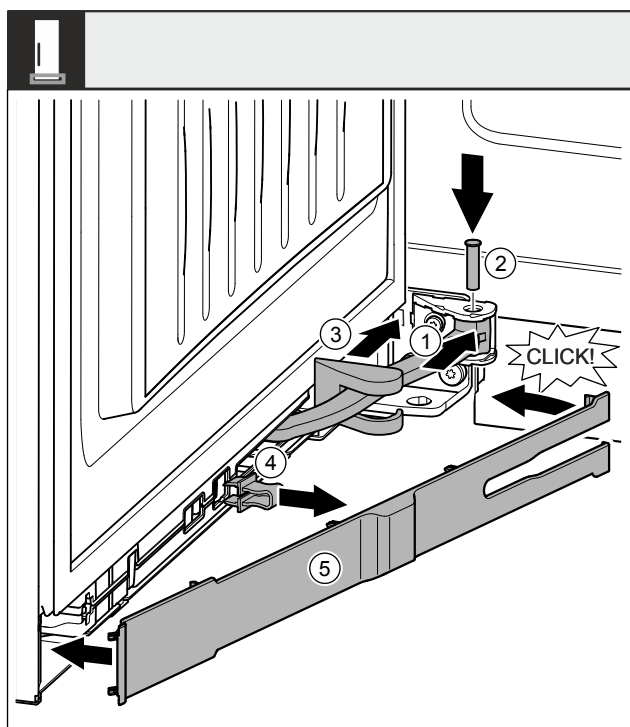

Fig. 54
- ▶ Gire la bisagra Fig. 54 (1) hacia la suspensión.
- ▶ Con un destornillador, inserte el perno Fig. 54 (2) en la suspensión y la bisagra. Asegúrese de que la leva de bloqueo asiente correctamente en la ranura.
- ▶ Deslice la cubierta del soporte del cojinete Fig. 54 (3) a lo largo de la bisagra y colóquela sobre la suspensión.
- ▶ Retire el seguro Fig. 54 (4).
- ▶ Coloque la tapa ciega Fig. 54 (5) del lado del tirador y encájela.